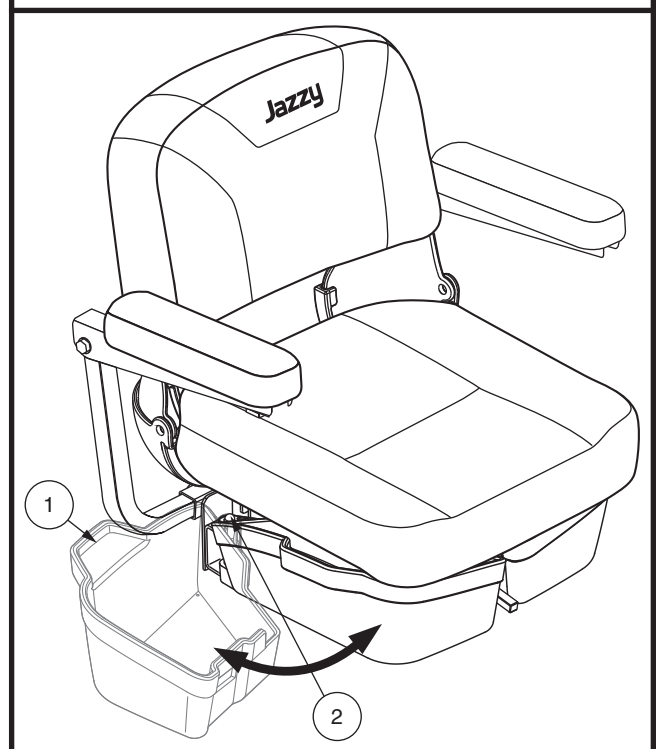

Figure 32. Stockage sous le siège
1. Soulevez légèrement le loquet situé sur le côté du bac de stockage sous le siège (**voir figure 32**) et pivotez le bac de stockage sous le siège vers l'extérieur et hors du Travel Scooter.
1. Soulevez légèrement le loquet situé sur le côté du bac de stockage sous le siège (**voir figure 32**) et pivotez le bac de stockage sous le siège vers l'extérieur et hors du Travel Scooter jusqu'à qu'il soit complètement ouvert.
2. Si équipé, retirer le stockage sous le siège. **Voir la figure 32.**
7. Si équipé, installez le stockage sous le siège. **Voir la figure 32.**